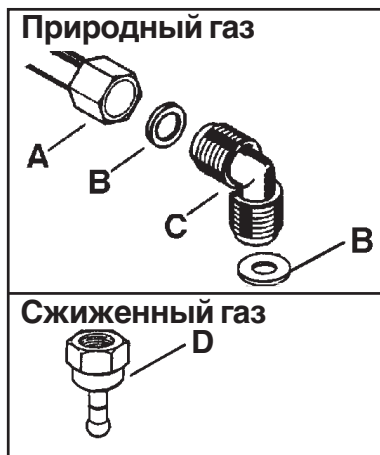

Рис. 5
ВАЖНО - Для обеспечения правильной работы, экономии энергии и длительной эффективной работы прибора напряжение и давление подачи газа должно соответствовать рекомендованным величинам. Регулируемый штуцер крепится к комплексному патрубку при помощи гайки G 1/2". Вставьте между деталями уплотнение, как показано на Рис. 5. Привинтите части без затягивания, отрегулируйте штуцер в требуемом направлении и затяните все соединения.
Сжиженный газ: используйте резиновый трубодержатель «D» (Рис. 5). Всегда должна быть установлена прокладка «B». Затем приступите к подсоединению газа. Гибкий шланг должен соответствовать следующим требованиям:
- температура ни одной из его частей не должна превышать комнатную более, чем на 30°C; если при подключении гибкого шланга к вентилю он должен проходить за кухонной плитой, его необходимо установить, как показано на Рис. 5;